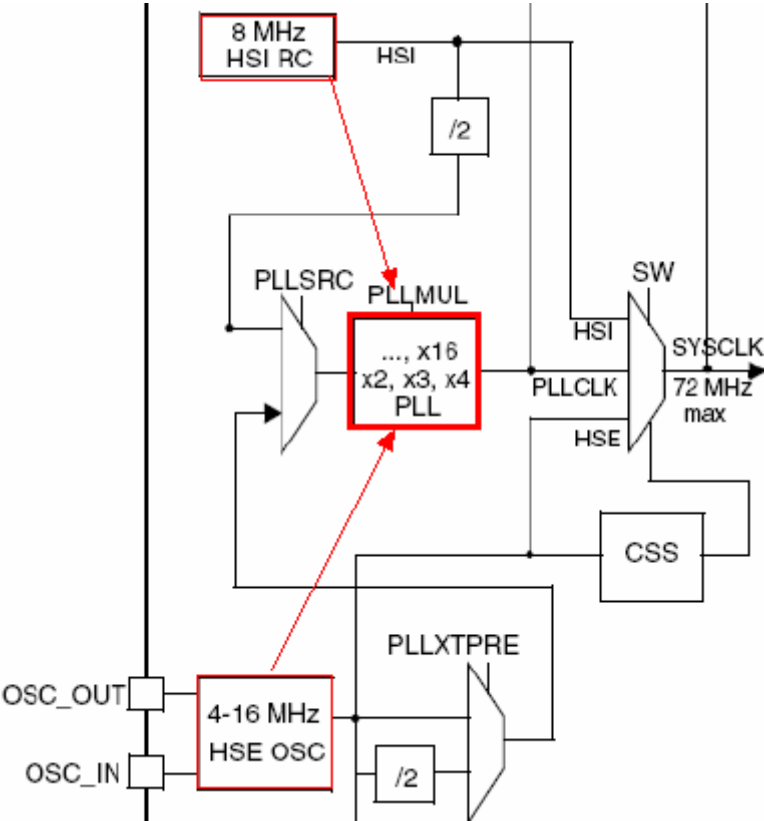

图 5-48 PLL 锁相环倍频输出
5. PLL 为锁相环倍频输出，其时钟输入源可选择为 HSI/2、HSE 或者 HSE/2。倍频可选择为 2~16 倍，但是其输出频率最大不得超过 72MHz，时钟树的截图如下图 5-48 所示：